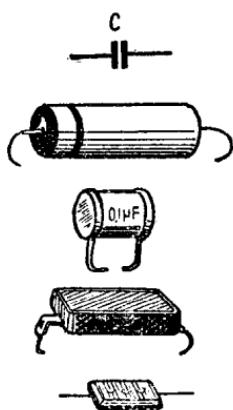

图 6 固定电容器
**固定电容器** 符号见图 6。固定电容器的电容量是固定的；它分纸质、云母、陶瓷、电解等许多种。通常收音机上用的容量较小的固定电容器，都是两片金属薄片（或锡箔条）中间夹了绝缘纸卷起来或夹了云母片模压而成的。它的电容量有的直